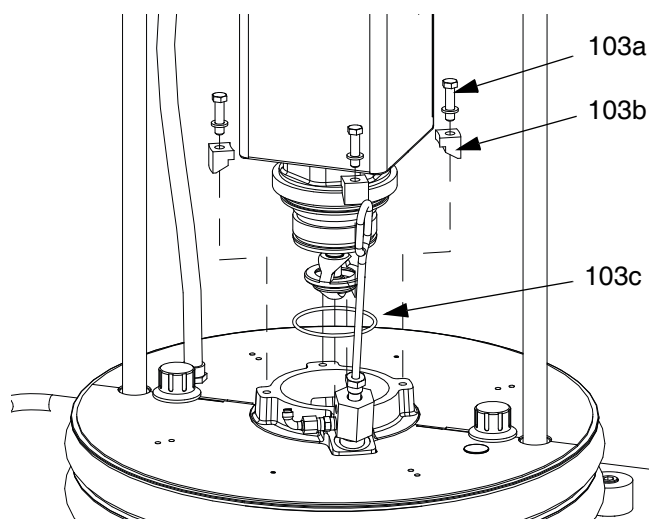

FIG. 41: 200 l (55 gallon) monteringsats
2. Fäst pumpen i plattan med skruvarna (103a) och klämmorna (103b). Se FIG. 41.